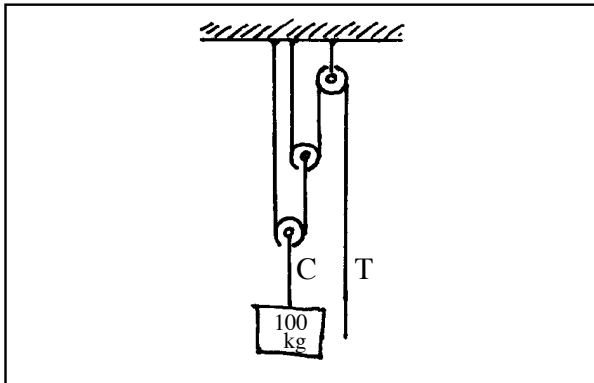

Fig. 7.11. Per l'esercizio 2
2. Qual è l'intensità della corrente di quantità di moto nella corda di trazione del paranco in fig. 7.11?
1. Con il paranco in fig. 7.11 si solleva di 1 m un carico di 100 kg. Quanti metri della corda di trazione si devono tirare? Quanta energia ci vuole?